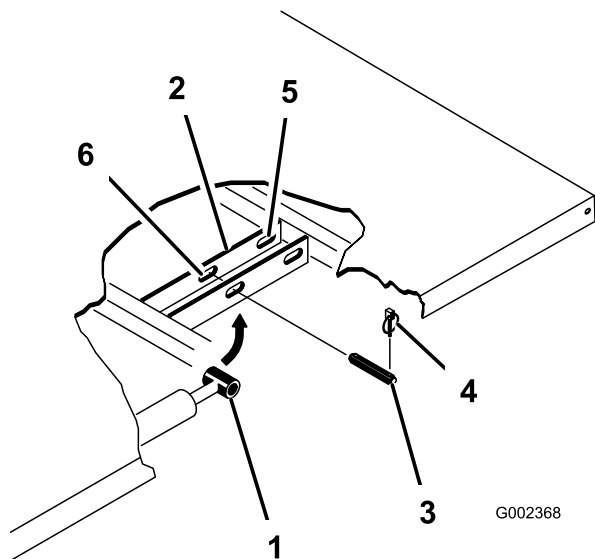

図 34
3. シリンダの外側端部からリンチピンを外す 図 34。
- シリンダロッドの端部を荷台取り付けプレートのスロットに固定しているクレビスピンを外す 図 34。
- ピボットブラケットをフレームに固定しているリンチピンとクレビスピンを外す 図 34。